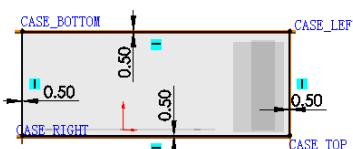

图 17.4.6 草图
Step2. 完成上步操作后，系统将自动选择“草图绘制”命令。选择 CASE_FRONT 为草图平面，绘制图 17.4.6 所示的草图。